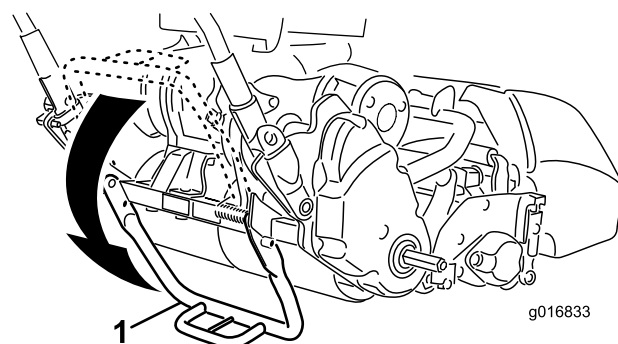

Figure 7
1. Abaissez la béquille en appuyant **au centre** avec le pied, puis tirez sur la poignée centrale de la machine jusqu'à ce que la béquille bascule complètement en avant (Figure 7).